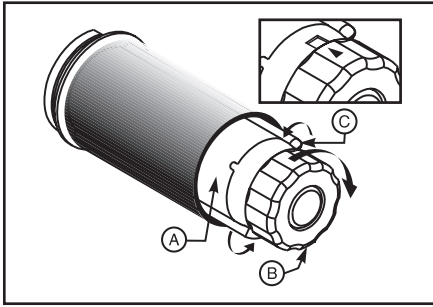

Figura 9
5. Antes de enrollar la cinta alrededor del rodillo de tensado de la cinta, asegúrese de que la flecha de la perilla esté alineada con la muesca indentada (vea el recuadro, Figura 9).
Consulte la Figura 9.